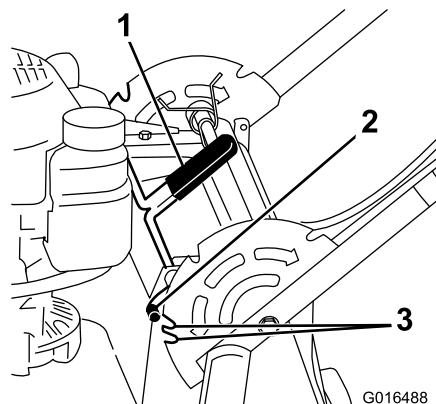

Figure 16
- Tirez le levier de blocage du guidon vers l'arrière pour désengager les goupilles de blocage du guidon (Figure 16).
- Faites pivoter le guidon et alignez le cran souhaité du support de guidon avec les goupilles de blocage du guidon ; voir Figure 16.